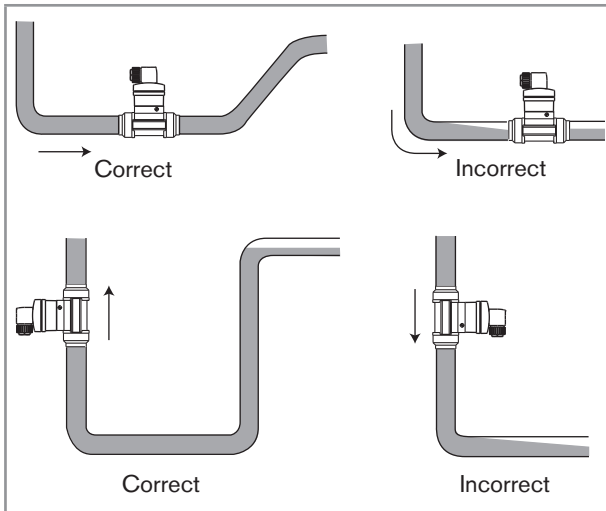

Fig. 4 : Recommandations additionnelles d'installation
- Remplir la conduite en liquide (voir Fig. 4).